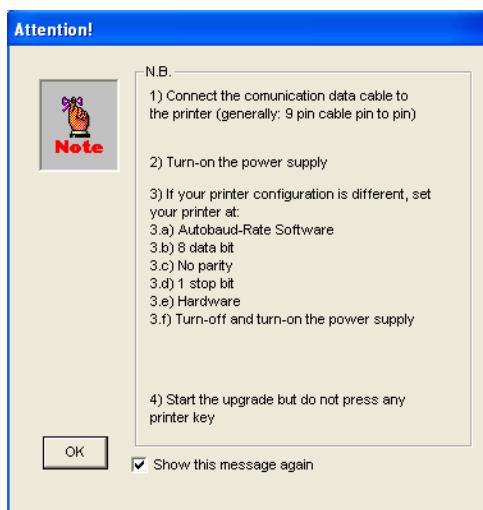

Рисунок 8.1 – Окна предупреждений в случае подключения через COM
3.3.9 Появится окна предупреждений (см. Рисунок 8.1 или 8.2), нажмите на кнопку «OK».